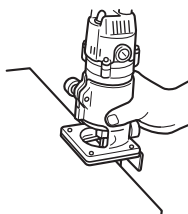

図 13
- (5) 加工は前ページの送り方向に合わせてご使用ください。(図 13)